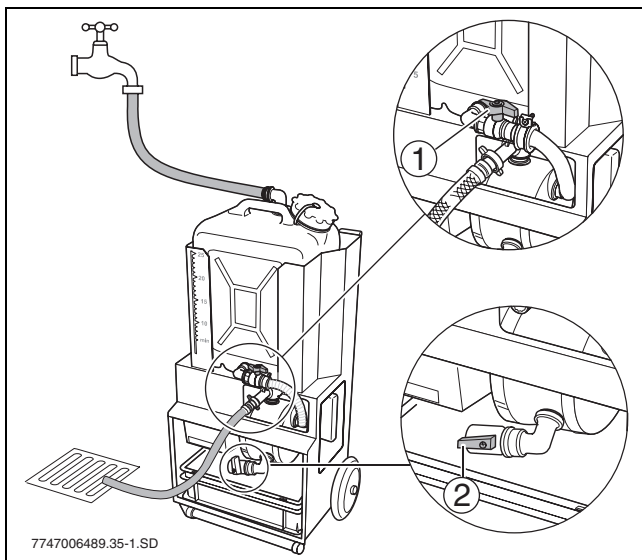

Fig. 22 Nettoyage de la pompe et du réservoir
- ▶ Ouvrir le robinet du tuyau d'aspiration (→ figure 22, (1)) et attendre que la pompe soit pleine.
- ▶ Retirer la fiche et vider la pompe par le robinet de remplissage et de vidange (2).